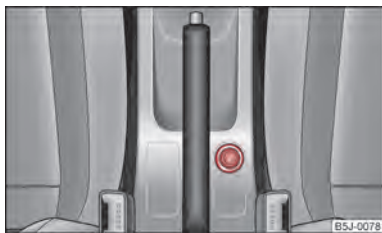

Abb. 65 Mittelkonsole: Zigarettenanzünder
- Drücken Sie den Anzünderknopf des Zigarettenanzünders hinein ⇒ Abb. 65.